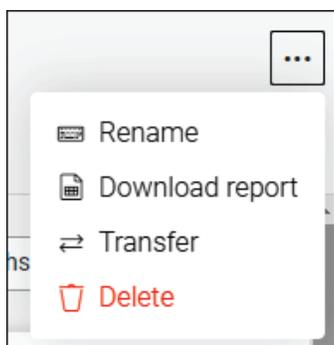

Figure 68. Options de production de rapport
4. Cliquez sur le bouton "...", se trouvant en haut à droite et sélectionnez Télécharger rapport (Download Report), voir **Figure 68**.